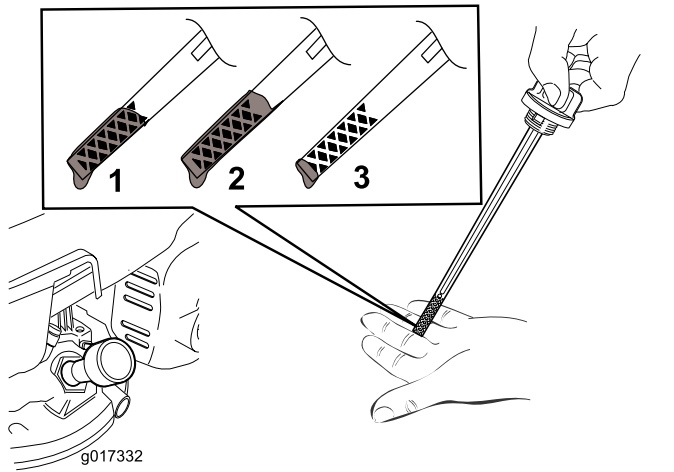

图11
5. 要确定量油尺上的机油油位是否合适请参阅图11)。
注意 向发动机曲轴箱添加机油直到量油尺显示机油油位达到图11中所示的正确位置。如果发动机加注机油过多则需要按照“更换机油”一节的说明去除多余机油。